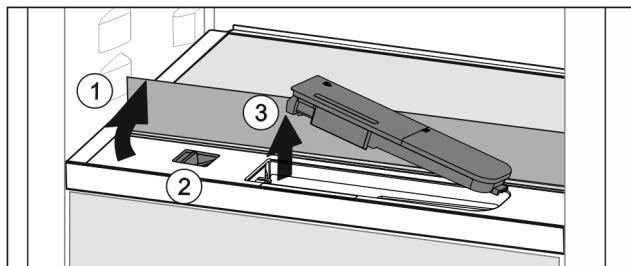

Fig. 41
- ▶ Podnieść płytę szklaną i złożyć ją z powrotem, aż do oporu Fig. 41 (1).
- ▶ Przesunąć suwak Fig. 41 (2) w lewo.
- ▶ Wyjmowanie zbiornika wody Fig. 41 (3).